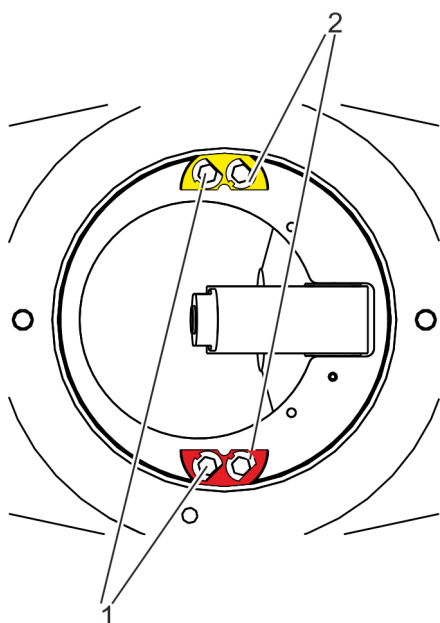

Fig. 18: Vue de dessus dans le carter
2. ➔ Redresser les rondelles (Fig. 18/2).
Dévisser les vis (Fig. 18/1) et retirer toutes les rondelles (Fig. 18/2) du carter.